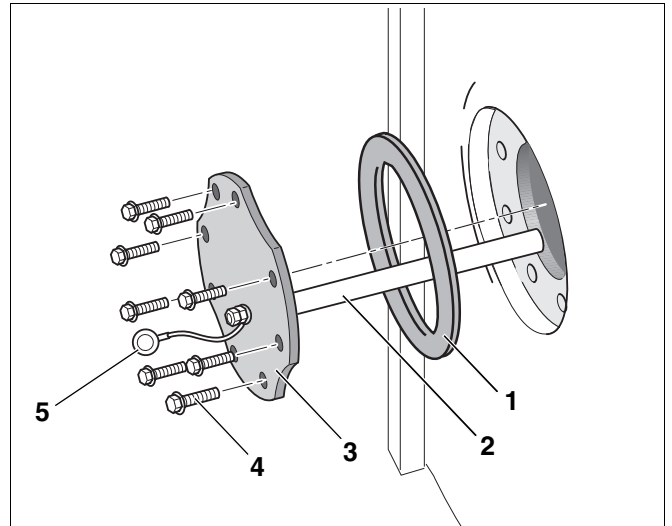

Abb. 17 Magnesiumanode einbauen
- Magnesiumanode (Abb. 17, **Pos. 2**) mit Handlochdeckel wieder einsetzen.
- VORSICHT!** ● Wir empfehlen, beim Einbau einer neuen Magnesiumanode eine neue Handlochdeckel-Dichtung (Abb. 17, **Pos. 1**) zu verwenden, um undichte Stellen am Warmwasserspeicher zu vermeiden.
- Sechskantschrauben (Abb. 17, **Pos. 4**) am Handlochdeckel „handfest“ eindrehen.
- VORSICHT!** ● Montieren Sie die Ringöse des Erdungskabels (Abb. 17, **Pos. 5**) mit einer Sechskantschraube am Handlochdeckel elektrisch gut leitend, um die Funktion der Magnesiumanode zu gewährleisten.
- Anschließend die Sechskantschrauben (Abb. 17, **Pos. 4**) mit einem Schraubenschlüssel eine dreiviertel Umdrehung nachziehen (entspricht dem empfohlenen Anzugsmoment von 40 Nm).